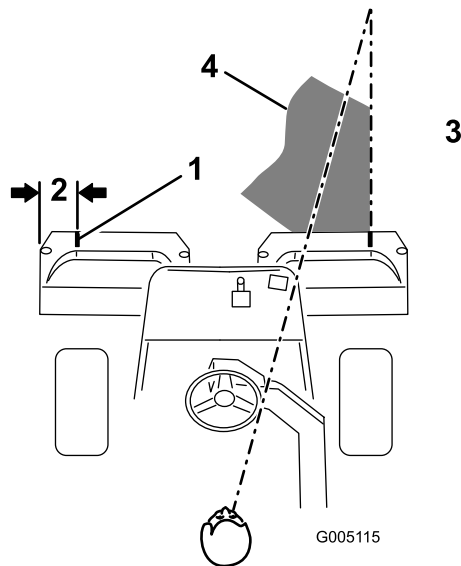
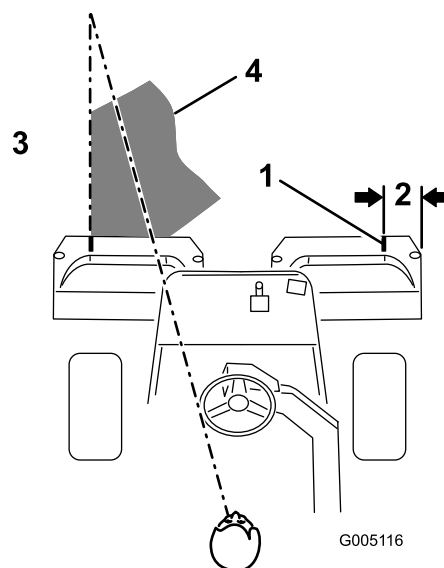

Figura 29
Figura 30
- Coloque uma fita branca ou pinte um tira em cada um dos cestos, paralelamente à extremidade exterior de cada cesto (Figura 29).
3. Sobreponha uma quantidade mínima com o corte anterior nas passagens adicionais. Para cortar em linha reta ao longo do relvado e de modo a conseguir manter uma distância equitativa entre a extremidade da zona de corte anterior, estabeleça uma linha imaginária de aproximadamente 1,8 a 3 m à frente da máquina até a extremidade da zona por cortar (Figura 29 e Figura 30). Alguns utilizadores acham útil incluir a borda exterior da roda motriz na linha imaginária; por exemplo, mantenha a extremidade da roda motriz alinhada com um ponto que se mantém sempre à mesma distância da dianteira da máquina (Figura 29 e Figura 30).